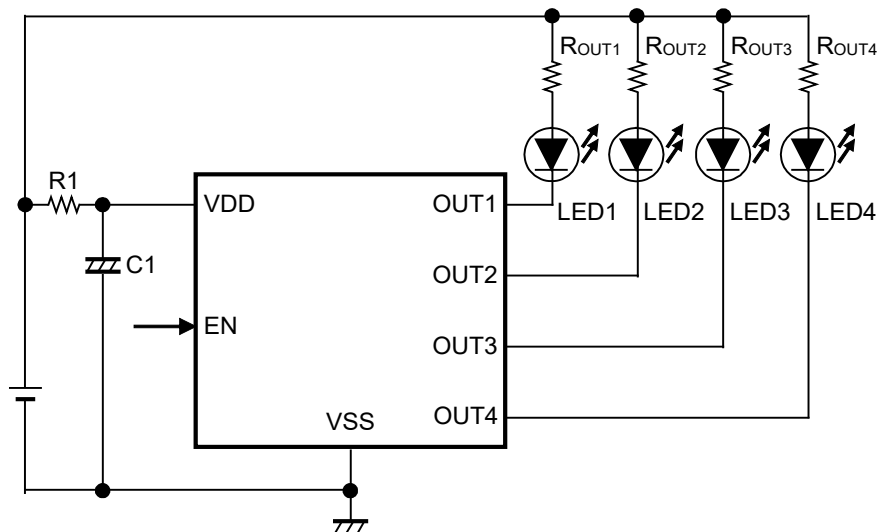

図11
接続例は図11の回路図を参照してください。
- ・ 入力側に抵抗を接続するアプリケーション ("■ 応用回路"、図11参照) では、出力が切り替わる時に流れる貫通電流により、貫通電流 × 入力抵抗の分だけ電圧降下が生じます。出力が切り替わると、貫通電流が流れないため電圧降下分がなくなり、出力が切り替わりますがこの時にまた貫通電流が流れ、電圧降下が生じます。このため、発振することがありますので注意してください。